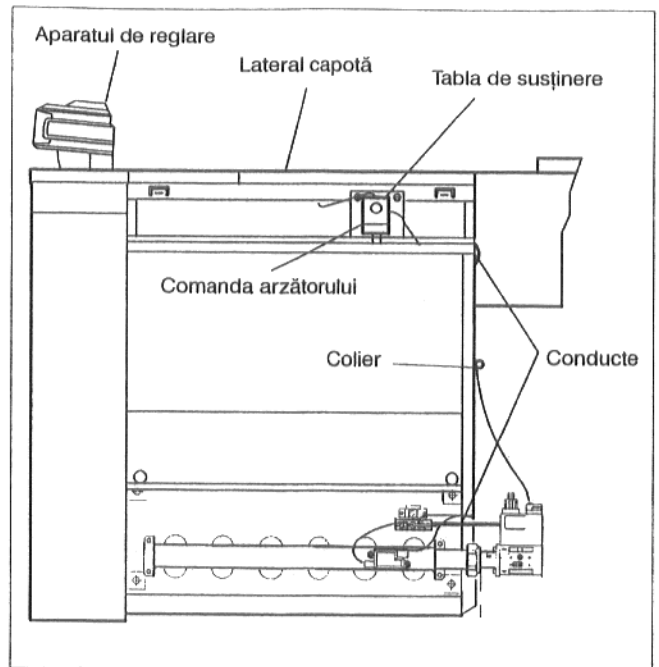

Fig. 46
- Tabla de susținere a comenzii arzătorului se va înșuruba cu 2 șuruburi de tablă la capotele laterale (Fig. 46).
- Legăturile dintre armături și comanda arzătorului se fixează cu colierul la peretele posterior și se întind prin canalul de cablu la comanda arzătorului (Fig. 46).